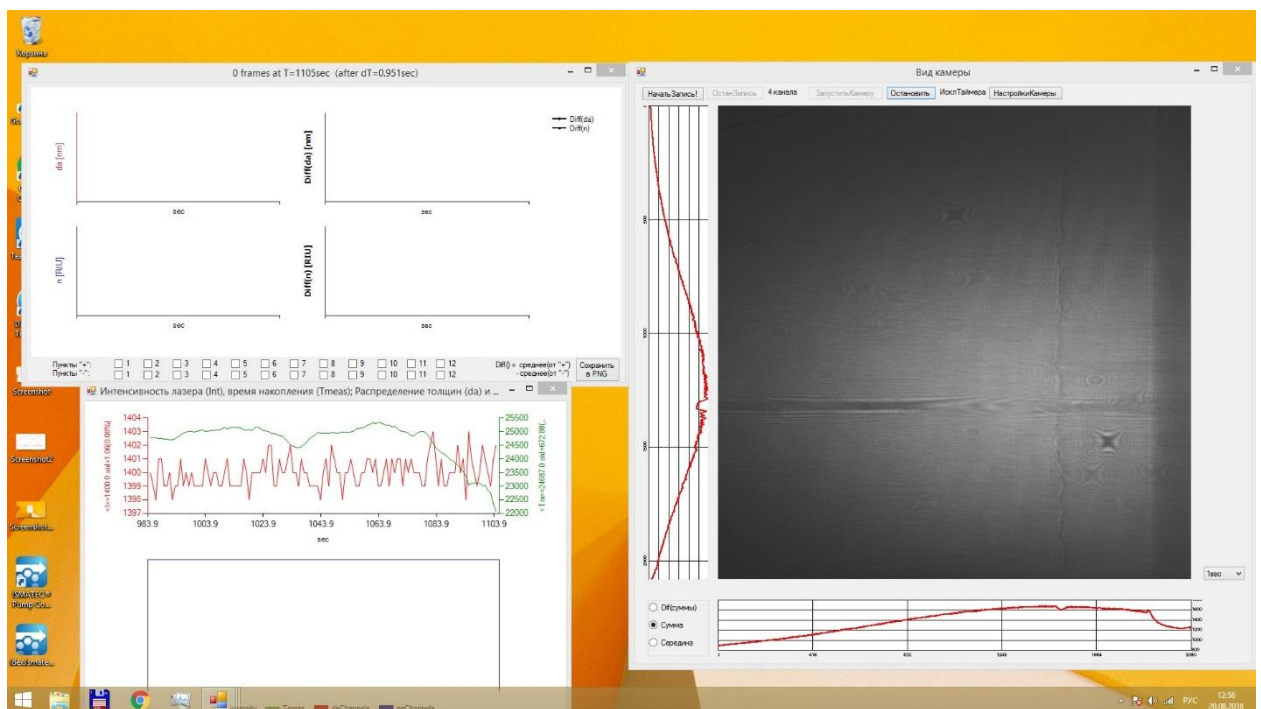

Рисунок 9 - Вид окон программы «CameraView» до начала измерения
1.2.10 Нажать кнопку «Начать запись!» в программе «CameraView» (Рисунок 9).